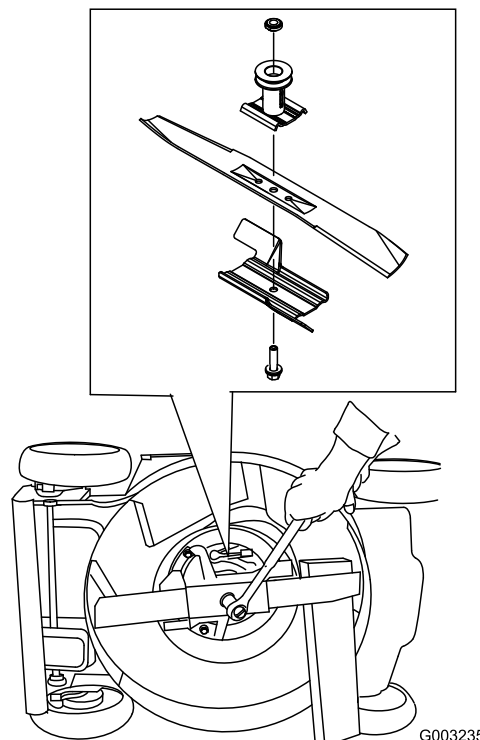

Figura 43
3. Utilice un bloque de madera para inmovilizar la cuchilla (Figura 43).